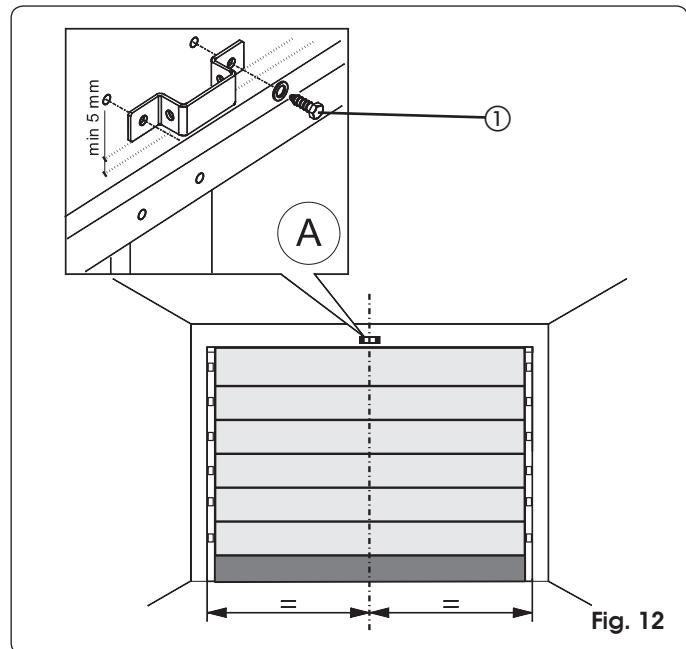

Fig. 12
- Tracer sur le linteau une ligne correspondant au centre vertical de la porte (Fig. 12).
- Positionner la patte de fixation de la patte d'attache antérieure avec le bord inférieur au moins 5 mm au-dessus du point d'intersection des lignes et centré par rapport à la ligne verticale (Fig. 12). Consulter également le paragraphe 7.2. pour le positionnement correct de la patte par rapport au point d'attache sur la porte.
- Procéder au perçage et au montage, par l'intermédiaire des vis (ref. ① Fig. 12) **NON** fournies.